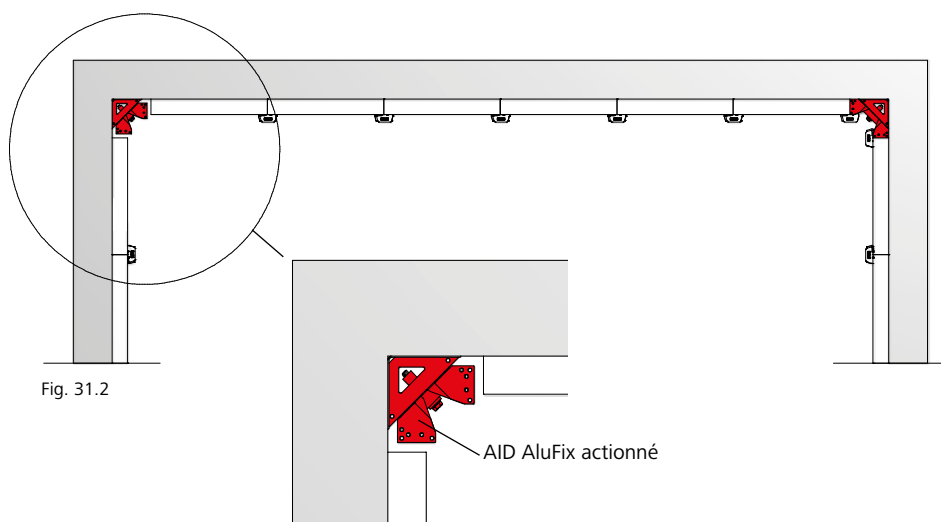

Fig. 31.2
3. Tirer les parties latérales mobiles de l'AID vers l'intérieur (Fig. 31.2)